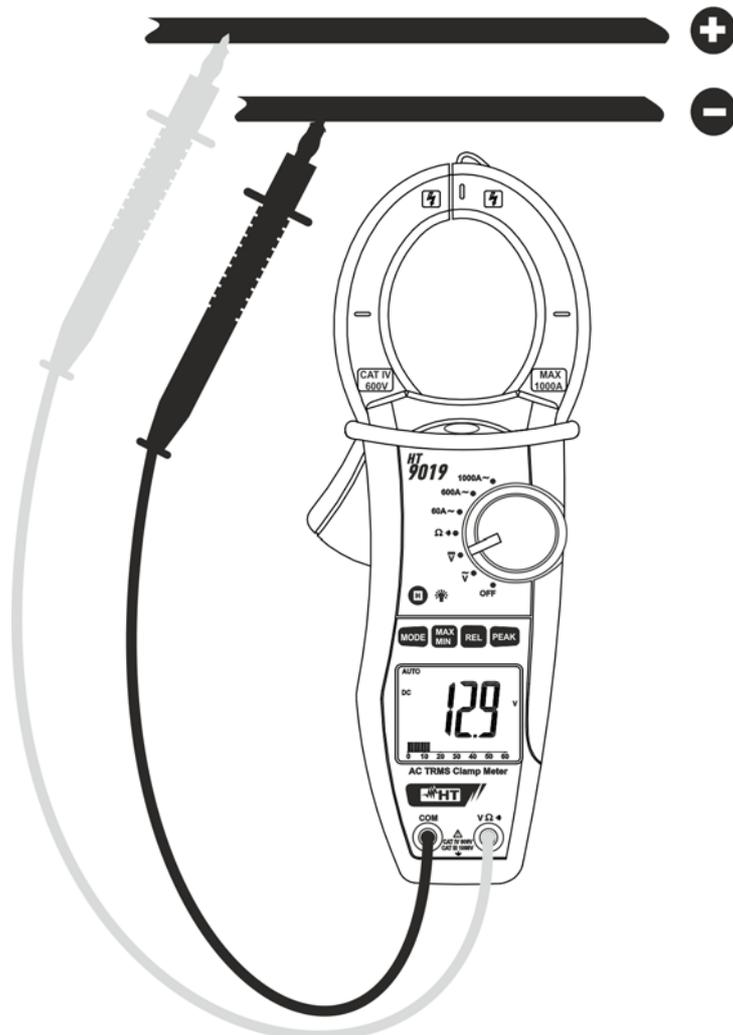

Fig. 4: Uso della pinza in misure di tensione DC
2. Inserire il cavo rosso nel terminale di ingresso $V\Omega\text{}$ e il cavo nero nel terminale di ingresso **COM** (Fig. 4)